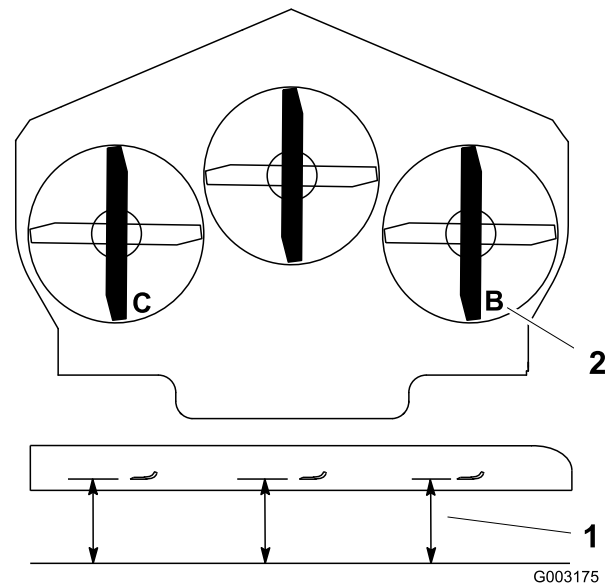

Figura 75
1. Disponete la lama destra in posizione longitudinale rispetto alla macchina (Figura 75).
2. Misurate la lama destra al punto **B** da una superficie piana fino al tagliente della punta della lama (Figura 75).
4. Disponete la lama sinistra in posizione longitudinale rispetto alla macchina (Figura 75).
5. Misurate la lama sinistra al punto **C** (Figura 75) da una superficie piana fino al tagliente della punta della lama.